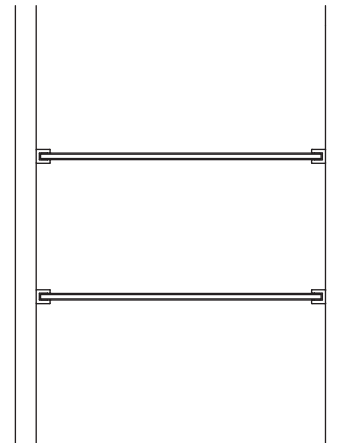

Fig. 14 图 14
5. Installing the shelves- see Fig. 14
5. 安装玻璃层板 - 见图 14